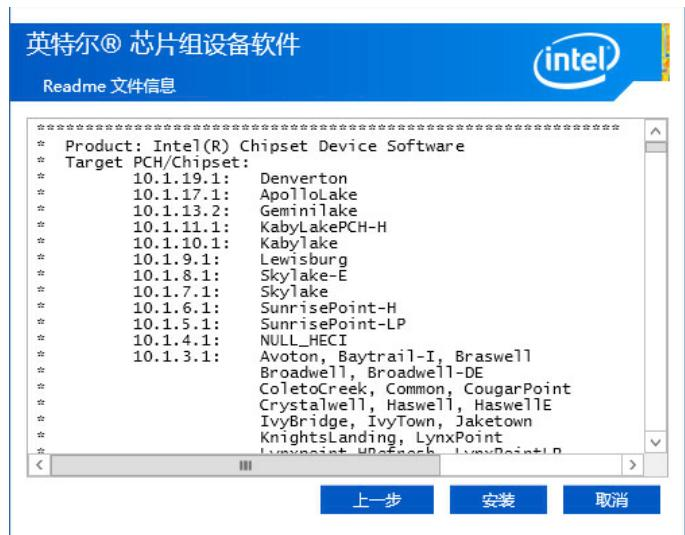

图 6-44
g. 单击下一步后，进入安装设备管理页面。如图 6-44 所示。